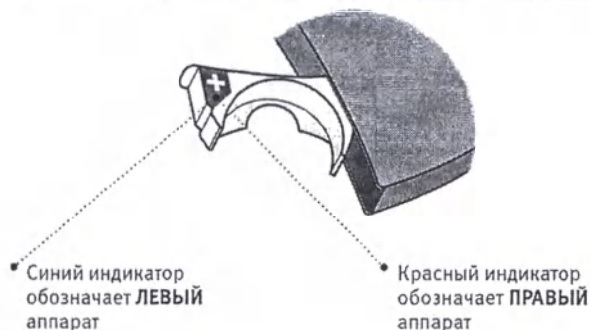

Рисунок 6 – Маркировка слухового аппарата
2.1.3.2 Для отличия аппарата для левого уха от аппарата для правого уха специалист может установить цветовую маркировку внутри крышки батарейного отсека (рисунок 6).